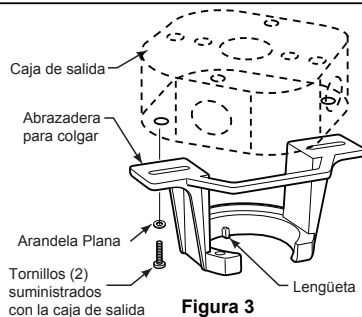

Figura 3
Uso del soporte (Figura 3)
3. Afloje los dos tornillos de fijación del soporte del barral de soporte para techo a través de la varilla. Introduzca los cables de color marrón, azul, rojo, gris y amarillo cables a través de la varilla. (Figura 3)
1. Fije bien la abrazadera para colgar a la caja de salida (no se incluye) con los tornillos y las arandelas provistas con la caja de salida. (Figura 3)
2. Deslice el receptor en el soporte de suspensión antes de realizar el cableado como se muestra en la figura 3.
- ☐ 3. Extraiga uno de los tres tornillos del unidad del carcasa de interruptor y guarde los tornillo para pasos posteriores. Afloje levemente los otros dos tronillos. (Figura 3)
- ### 3. Retire la cubierta de la batería del control remoto con un destornillador y conserve el tornillo para luego. (Figura 3)